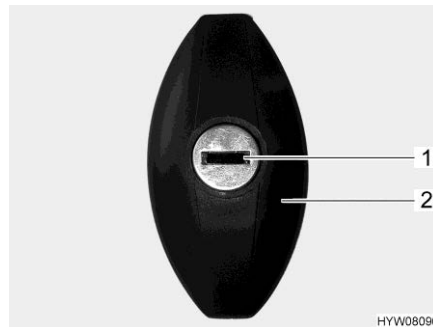

Fig. 59 Serratura dello sportello (ellittico, chiuso)
- Inserire la chiave nel cilindro della serratura (Fig. 59,1) e ruotare in senso antiorario di un mezzo giro. La maniglia della serratura (Fig. 59,2) scatta all'infuori.